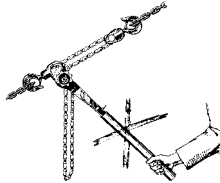

Fig. 2
- Een verlenging van de handel is niet geoorloofd (Fig. 2).